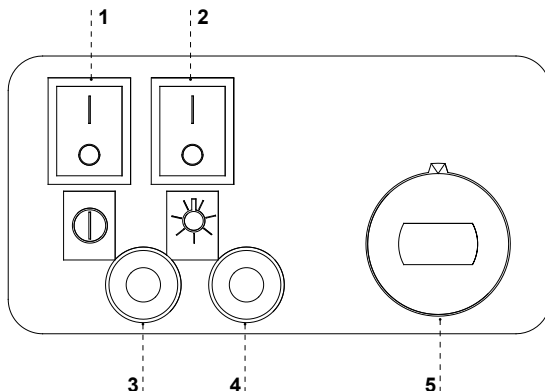

Abb.4 Steuerpanel
- Schalten Sie das Heizgerät mit dem Hauptschalter ein Abb.4/1 (S.18). Die rote oder grüne Kontroll-Leuchte wird aufgeleuchtet.
- Mit dem Drehknopf des Temperaturreglers Abb.4/5 (S.18) stellen Sie die gewünschte Innenraum-Temperatur ein.
- Beleuchtungs-Taste drücken Abb.4/2 (S.18)
Das Heizgerät ist mit einer mechanischer Temperaturregelung ausgestattet. Mit dem Drehknopf des Temperaturreglers Abb. 4/5 (S.18) kann die gewünschte Innenraum-Temperatur im Gerät eingestellt werden, indem der Drehschalter gedreht wird und in einer angemessener Stellung eingestellt wird. Durch das Drehen des Schalters im Uhrzeigersinn wird die eingestellt Temperatur erhöht, und durch das Drehen gegen Uhrzeigersinn wird diese abgemindert. Die Verdrehung des Drehschalters in die Endstellung führt zum Ausschalten der Heizelementen, obwohl die Versorgung eingeschaltet ist.
Die entsprechende Höhe des Wassers im Behälter wird mit den Kontrolllampen gezeigt Abb.4/3;4 (S.18). **Mit der roten Kontrolllampe ist es gezeigt, dass es kein Wasser vorhanden ist oder die Wasserhöhe niedrig ist (das ist keine Warnmeldung!). Ist die Anlage ohne Befeuchtung betrieben, wird ständig diese Zeit lang die rote Kontrolllampe leuchten. Wenn die Anlage mit der Befeuchtung betrieben ist, soll sich die grüne Kontrolllampe leuchten, die über die richtige Wasserhöhe informiert.** Die Änderung der Leucht bestimmt die niedrige Wasserhöhe und es notwendig ist, den Behälter mit Wasser zu befüllen.
Zum Ein-/ Ausschalten der Temperatur die taste, die auf dem Steuerpaneel vorhanden ist drücken. Abb.4/2 (S.18)